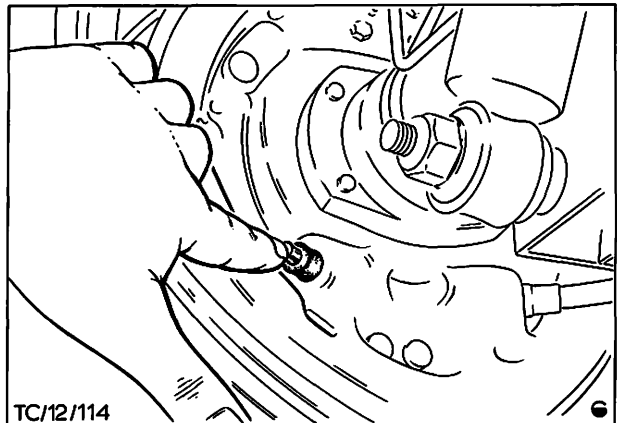

Abb. 9 Spiel am Prüfstift prüfen
3. Darauf achten, daß die Schwinghebel innerhalb der Bremsstrommeln an den Prüfstiften fest anliegen (Prüfstifte sollen kein Spiel haben!), Abb. 9.
2. Darauf achten, daß die Schwinghebel innerhalb der Bremsstrommeln an den Prüfstiften fest anliegen (Prüfstifte sollen kein Spiel haben!), Abb. 9.